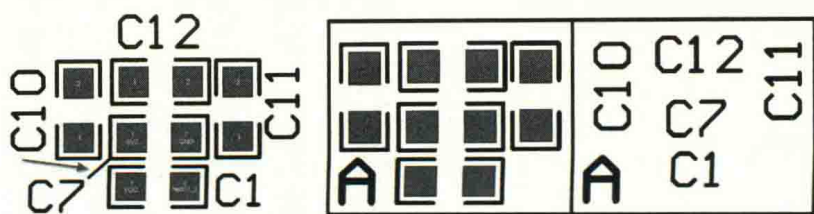

图 10-22 辅助线及方块
- (4) 对于一些摆布下的丝印标识，可以用放置 2D 辅助线或者放置方块进行标记，方便读取，如图 10-22 所示。